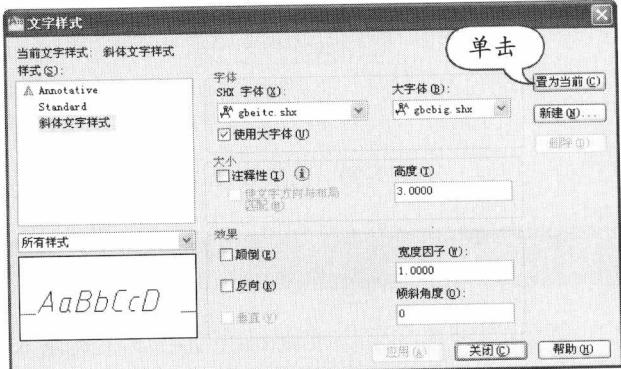

图 1-17 置为当前
**STEP 06** 置为当前。在“文字样式”对话框中单击“应用”按钮，再单击“置为当前”按钮，如图 1-17 所示。